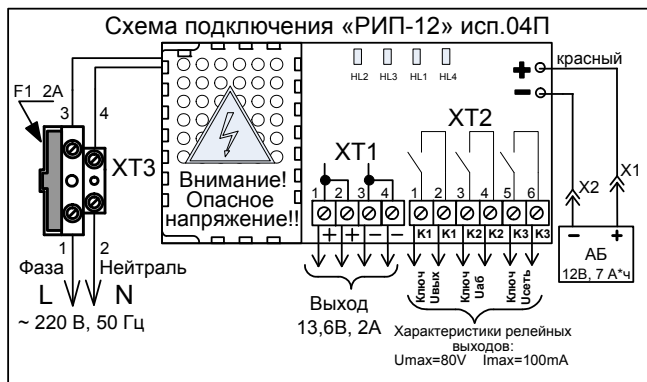

Рисунок 3. Схема подключения «РИП-12» исп.04П
При подключении проводов внешнего питающего напряжения 220 В к сетевой колодке необходимо соблюдать правильность подключения «фаза» и «нейтраль». Подключение цепей к РИП производить в соответствии с рис. 3.
2.3.1 Проверить правильность произведённого монтажа в соответствии со схемой подключения «РИП-12» исп. 04П (рис. 3).
2.4.7 При необходимости организации дистанционной сигнализации наличия сетевого напряжения, выходного напряжения и напряжения батареи подключить выходы оптореле К1, К2 и К3 к шлейфам сигнализации приборов согласно рис. 3. Состояния цепей оптореле приведены в таблице 1.